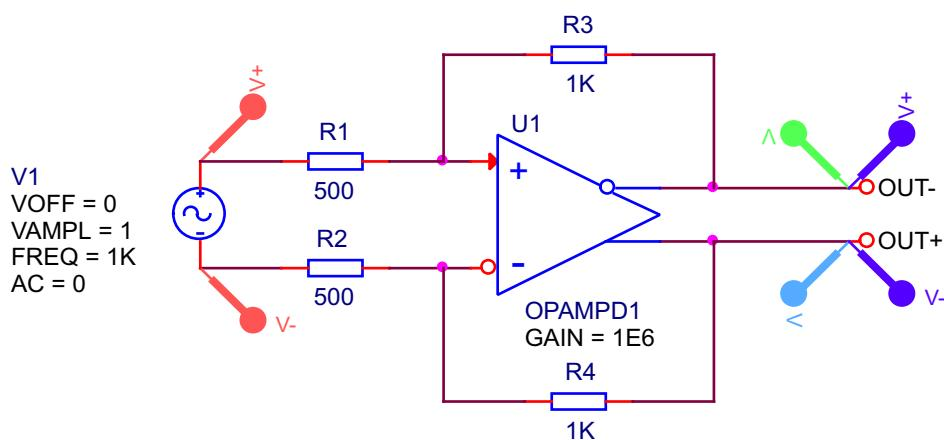
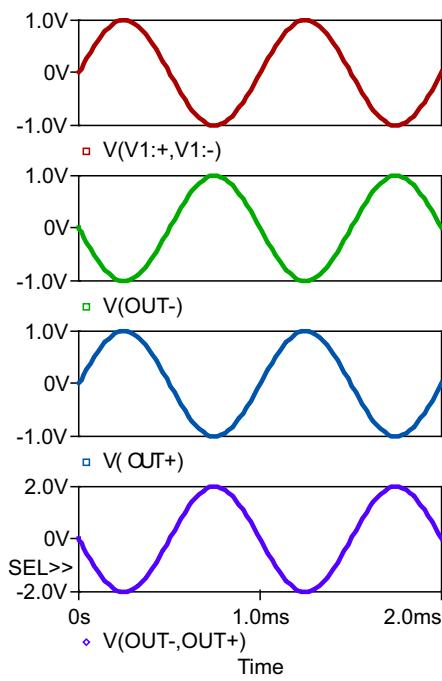

Рисунок 6. Основная схема включения полностью дифференциального ОУ.
Рисунок 7. Результат моделирования основной схемы включения (Рисунок 6) полностью дифференциального ОУ.
На Рисунке 6 показана основная схема включения простого полностью дифференциального ОУ [9]. Результат моделирования (Рисунок 7) показывает, что работа схемы соответствует расчетному соотношению (2) [7], что подтверждает правильность работы модели OPAMPD1 для этого случая.
Эти результаты согласуются с [7] и результатами моделирования аналогичной схемы Рисунок 6, Рисунок 7.